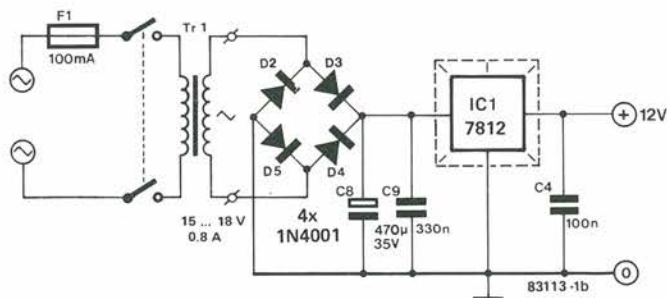

Figura 1. Questo circuito è molto facile da costruire, e contiene componenti assolutamente normali. Il guadagno può essere regolato tra 1 x e 4 x mediante P2.
Lo schema elettrico di questo apparecchio è illustrato in Figura 1. La temperatura viene rilevata dal sensore LM 335Z, che eroga un livello di tensione (A) in mV, proporzionale alla temperatura misurata. Questa tensione viene poi applicata ad uno degli ingressi del comparatore A1. Il secondo ingresso (B) è una tensione di riferimento, che può essere regolata mediante P1. Quando la tensione del sensore al punto A diventa minore della tensione di riferimento al punto B, l'uscita di A1 va a livello alto. Ciò provoca l'attivazione dell'oscillatore basato su A2 e fa lampeggiare il LED D1 alla frequenza di circa un impulso al secondo.
Figura 1. Schema elettrico dell'avvisatore di gelo. Quando la temperatura rilevata dall'LM 335Z scende al di sotto di un livello predisposto, la condizione viene segnalata dal LED e dal cicalino.